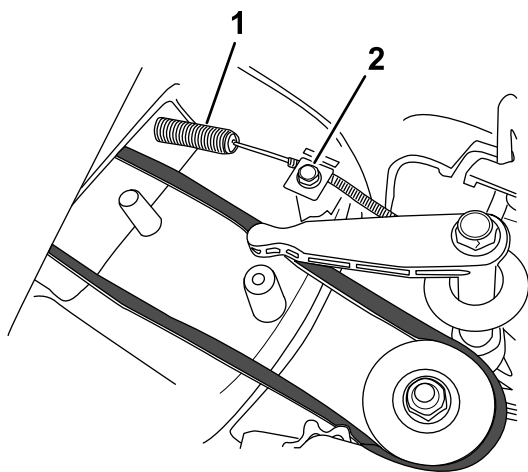

Figura 33
4. Installate il nuovo cavo del freno della lama, ma non serrate il serrafilò sulla scocca del tosaerba (Figura 33).
5. Allentate la vite del serrafilò (Figura 33).